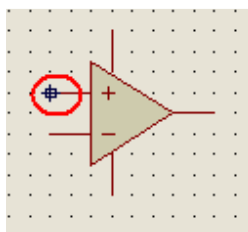

Figura 48: Inserindo a origem em um dos pinos.
14. Selecione ORIGIN no seletor de objetos e posicione-o no símbolo, veja o exemplo da figura 48.